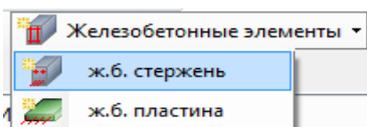

Рисунок 2.320 Список железобетонных элементов
- **Железобетонные элементы** (кнопка  **Железобетонные элементы**) в редакторе параметров конструирования). В списке **Железобетонные элементы** приведены стандартные типы железобетонных сечений: железобетонный стержень и пластина (рисунок 2.320). Переход непосредственно к необходимому типу сечения осуществляется одним щелчком мыши по выбранному элементу списка;